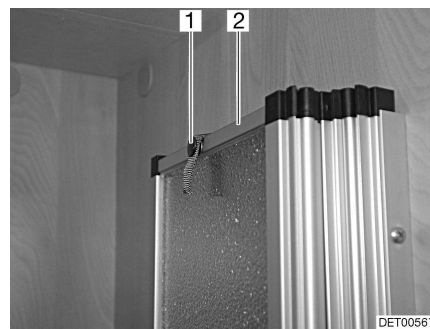

Bild 109 Fäste, duschvägg
- Lossa fästbandet (Bild 109,1) på duschväggen (Bild 109,2) och dra ut duschväggen.
- Vik ihop duschväggen (Bild 109,2) och fäst den med fästbandet (Bild 109,1).